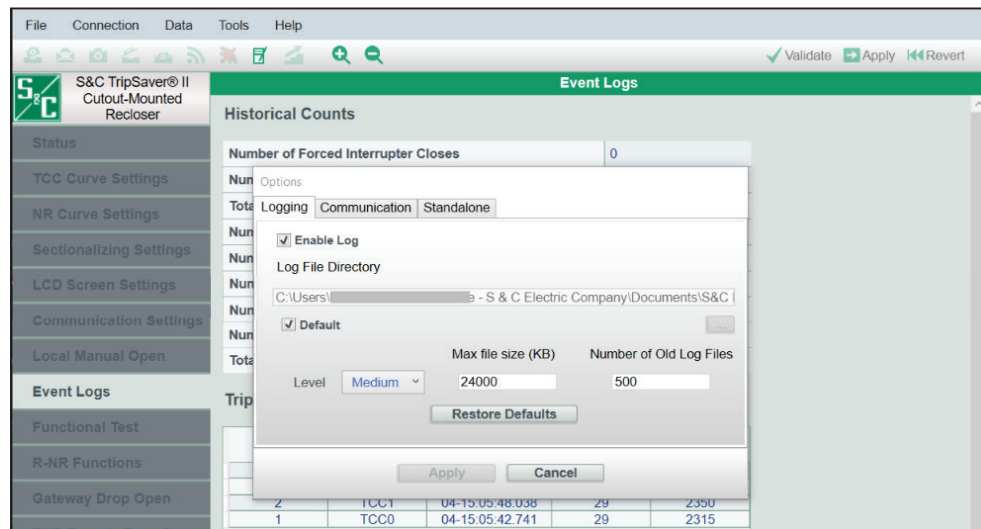
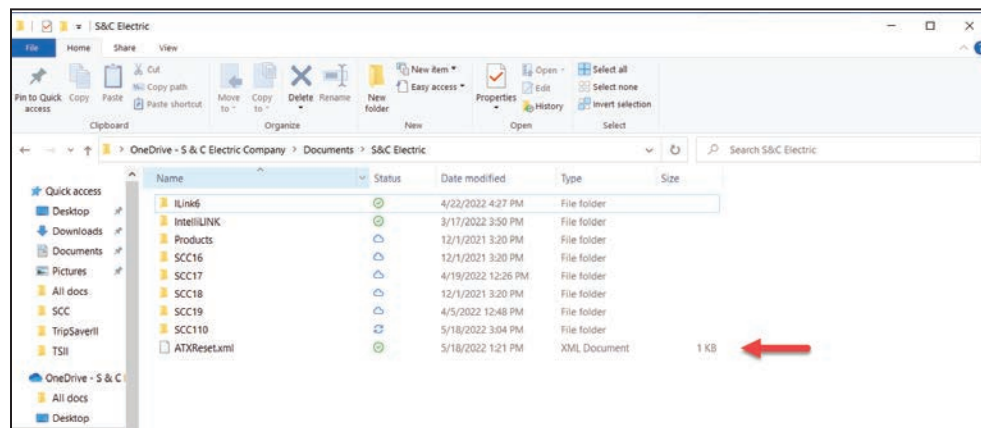
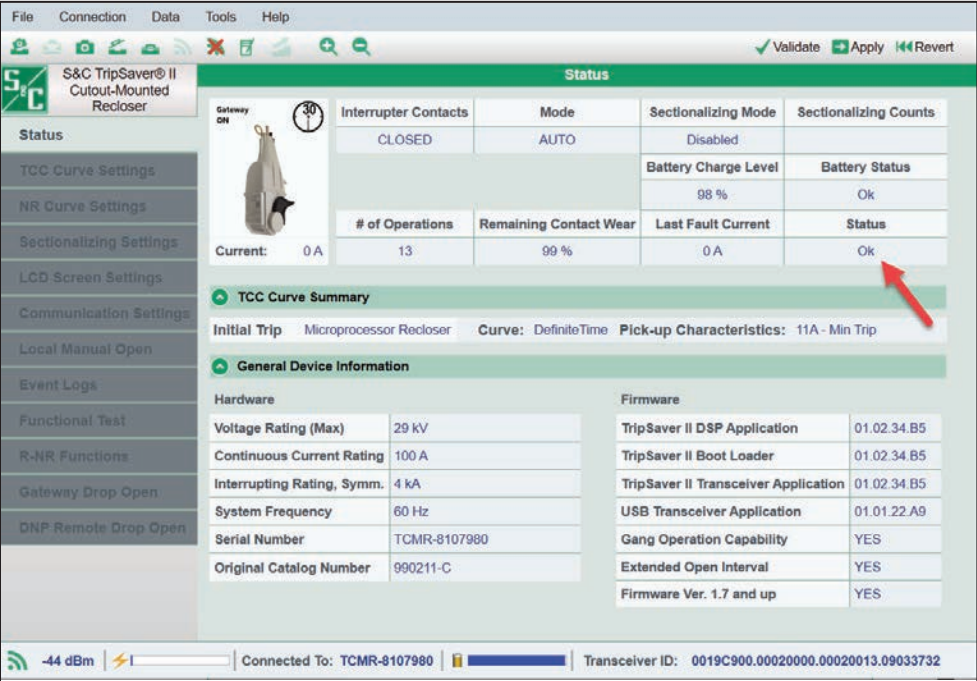

Figura 146. El Directorio de Archivos de Registro predeterminado.
Figura 147. La ubicación del archivo de reparación será el Directorio de Archivos de Registro predeterminado.
Figura 151. La pantalla de Estado después de un procedimiento de restablecimiento exitoso de Clear Service Now (Borrar Servicio Ahora).
PASO 4. S&C devolverá el archivo de reparación ATXReset.xml. Coloque el archivo de reparación en el Directorio de Archivos de Registro predeterminado. Para encontrar el Directorio de Archivos de Registro predeterminado, seleccione *Tools>Options (Herramientas>Opciones)* en el menú **Principal**. Ver la Figura 146 y la Figura 147.
PASO 8. Navegue a la pantalla de *Status (Estado)* y verifique el estado del reconectador TripSaver II. Si el Estado está **Ok (Bien)**, el estado de **Service Now (Servicio Ahora)** ha sido borrado. Ver la Figura 151. A continuación, elimine el archivo ATXReset.xml del directorio de archivos de registro predeterminado. Ver la Figura 147 en la página 110. Si el estado de **Servicio Ahora** sigue presente, póngase en contacto con el Centro de Soporte y Monitoreo Global de S&C llamando al 1-888-762-1100.